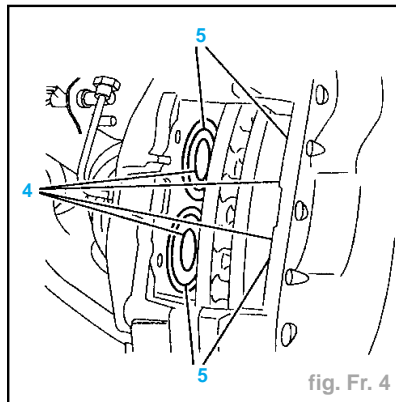

fig. Fr. 4
- les axes (2) à l'aide d'un chasse goupille,
- le ressort (3).
- Contrôler visuellement (fig. Fr. 4) :
- l'étanchéité autour des pistons (4),
- le bon état et l'ajustement parfait des capuchons (5).